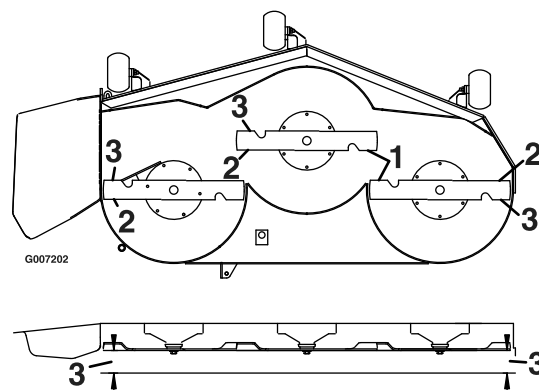

Bild 49
5. Messen Sie den Abstand zwischen den äußeren Schnittkanten und der ebenen Oberfläche (Bild 49). Wenn beide Messwerte nicht innerhalb von 5 mm liegen, ist eine Einstellung erforderlich. Machen Sie mit diesen Schritten weiter.
9. Drehen Sie die Schnittmesser vorsichtig von einer Seite zur anderen (Bild 49).